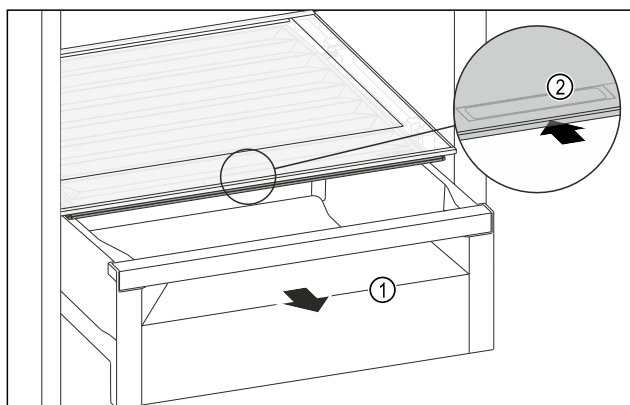

Fig. 189
- Zásuvku Fig. 189 (1) vytáhněte.
- Uchopte prohlubeň pro rukojeť Fig. 189 (2) na víku zásuvky a současně zasuňte víko zásuvky směrem dozadu.